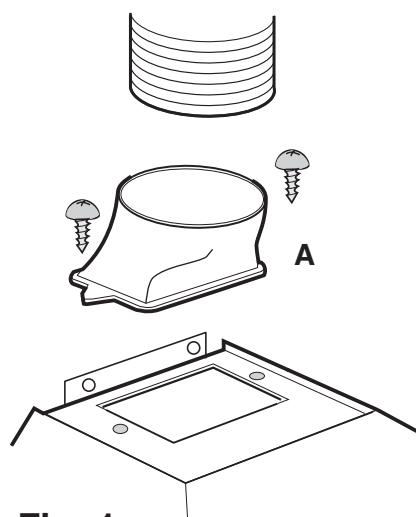

Fig. 1
- O ar é evacuado para o exterior através de uma conduta ligada ao tubo de aspiração A , Fig. 1.